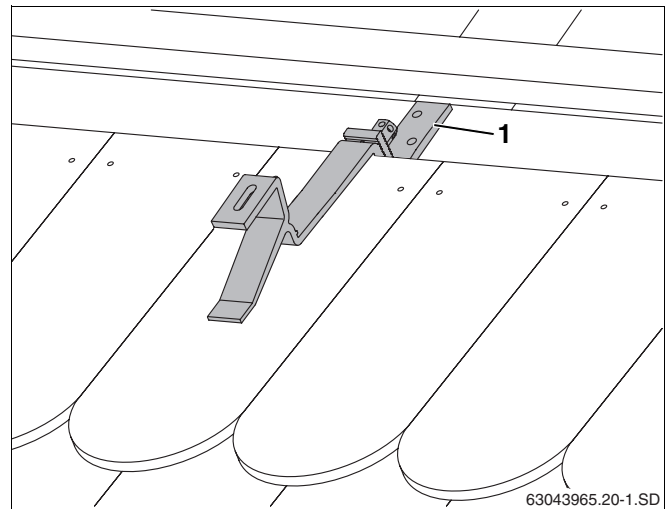

fig. 18 Gancho para telhados montado
- ▶ Introduzir a parte inferior do gancho para telhados o mais possível para baixo, até que esta assente sobre o caibro ou sobre a tábua/pranCHA (fig. 18, **item 1**).